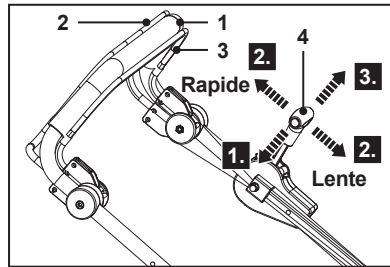

Fig. 16
1. Maintenir le levier de frein (3) et le levier de traction (2) contre la poignée supérieure (1).
2. Tirer le levier de vitesse (4) vers la poignée supérieure (1) (Fig. 16, étape 1), puis le déplacer vers l'avant ou vers l'arrière jusqu'à la vitesse de marche tractée souhaitée (Fig. 16, étape 2).
3. Relâcher le levier de vitesse (6) et s'assurer qu'il s'enclenche correctement (Fig. 16, étape 3).